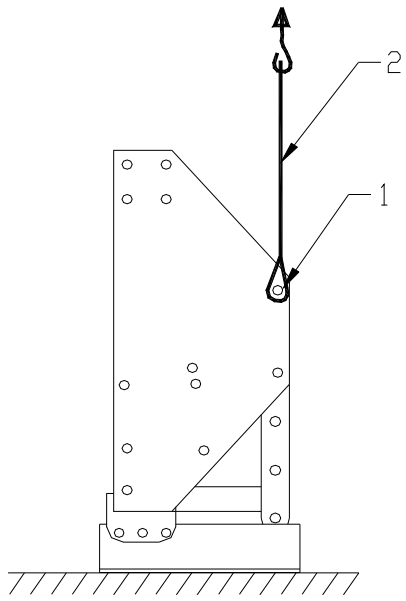

Fig. 1.
Maskinen levereras på en lastpall. Gör så här för att montera den bakom en traktor (se fig.1, 2, 3, 4, 5 och 6 )
2. Fäst en slinga på ca. 2,5 m (8 ´) stadigt med D-länkar vid hålen 1 på ömse sidor av maskinen enligt Fig.1.